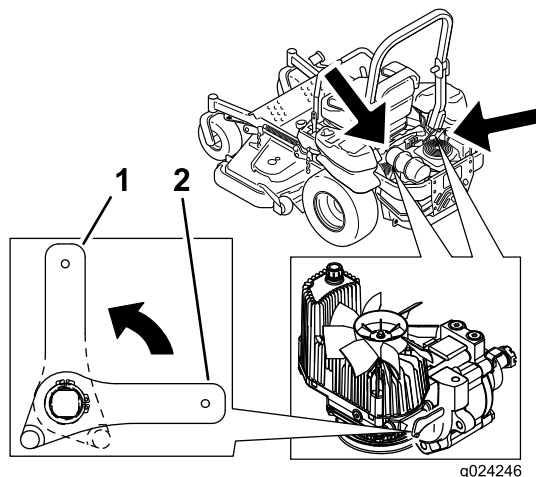

Figure 33
2. Tournez les leviers des valves de déblocage à la verticale pour pousser la machine. Cela permet à l'huile hydraulique de contourner la pompe et aux roues de tourner (Figure 33).
4. Tournez les leviers des valves de déblocage à l'horizontale pour utiliser la machine (Figure 33).